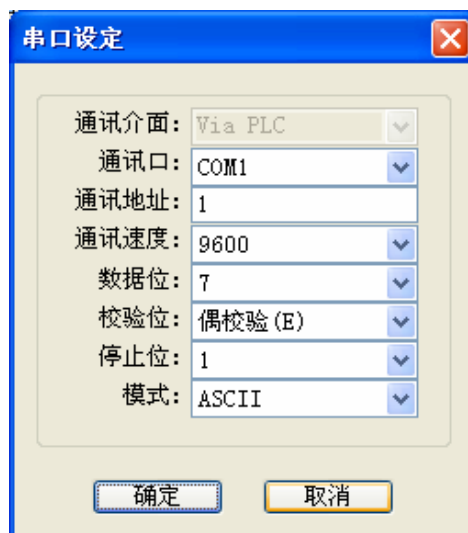

图 4-3
(2) 选择“设置”>>“通讯设置”>>“系统通道”，即出现“串口设定”对话框，如图 4-3 所示。